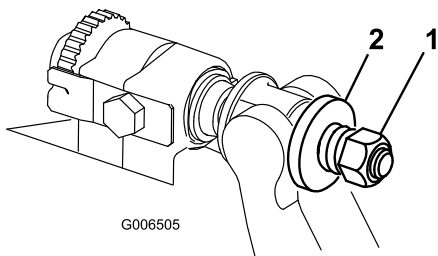

図 23
- スプリングがつぶれるまでテンションナットを締め、そこから半回転戻す (図 23)。